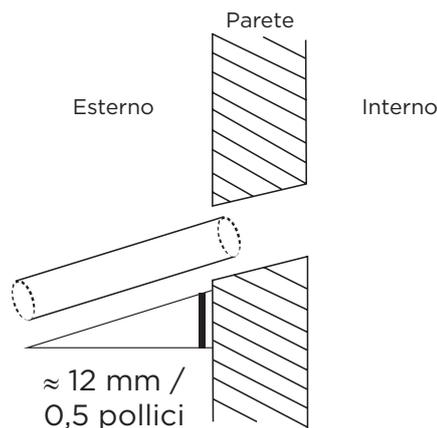

Fig. 5.5
3. Utilizzando un trapano da 65 mm (2,56") o 90 mm (3,54"), praticare un foro nel muro. Assicurarsi che il foro sia praticato con un leggero angolo verso il basso, in modo che l'estremità esterna del foro sia inferiore all'estremità interna di circa 12 mm (0,5"). Ciò garantirà un corretto drenaggio dell'acqua (vedi Fig. 5.5). Posizionare il paramano nel foro. Questo protegge i bordi del foro e aiuterà a sigillare quando si finisce il processo di installazione.